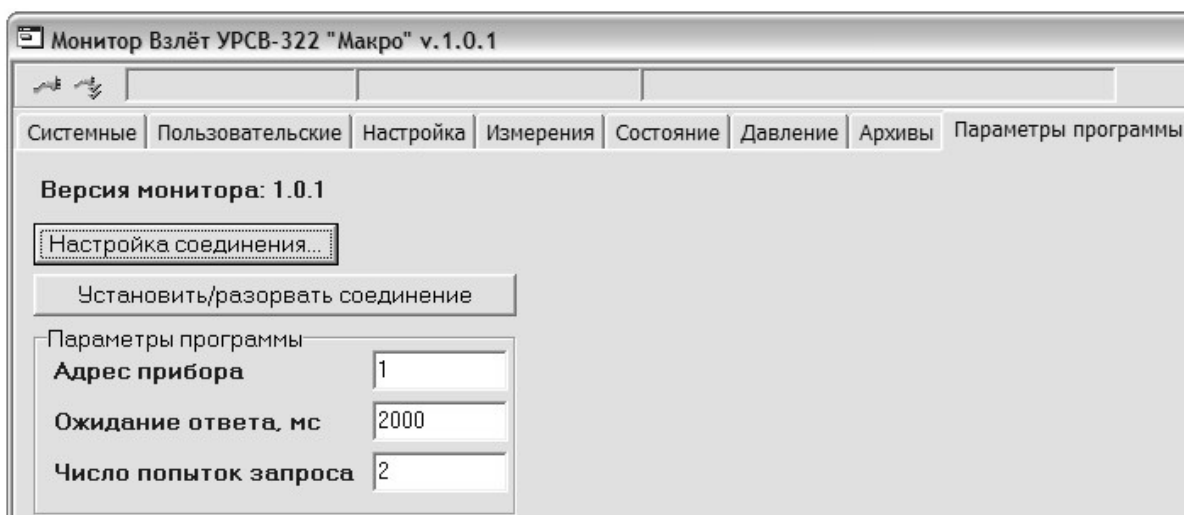
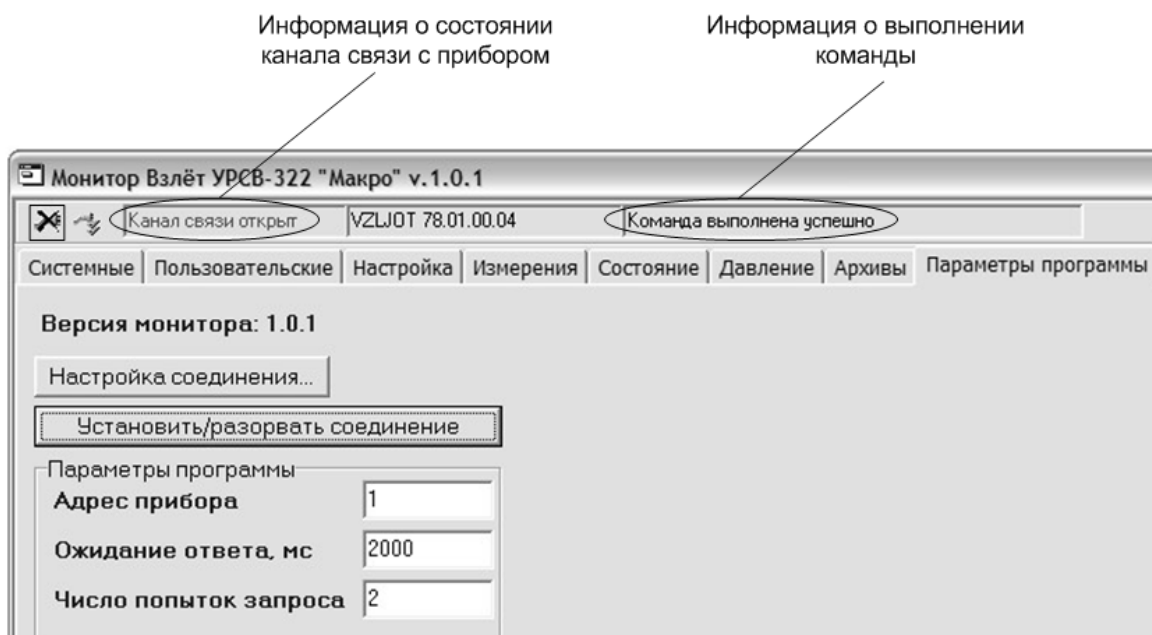

Рис.4. Окно вкладки «Параметры программы».
Рис.6. Окно вкладки «Параметры программы» после установления связи с расходомером.
- 3.1.2. Подключить сервисный кабель к разъему СЕРВИС на блоке ВП. Соединить USB-порт компьютера и разъем RS-485 сервисного кабеля через адаптер сигналов USB-RS232/485. На компьютере запустить файл УРСВ-322.vpr. На экране монитора появится окно с вкладкой «**Параметры программы**» (рис.4):
- 3.1.3. Установить связь с расходомером, нажав кнопку **Установить / разорвать соединение** (рис.4). При удачном завершении операции вид окна изменится (рис.6).
3.1.13. При наличии нескольких расходомеров, объединенных в сеть по интерфейсу RS-485, перейти в окно вкладки **Параметры программы** (рис.4) и выполнить настройку адресов и временных задержек для корректной связи с другими расходомерами в сети.